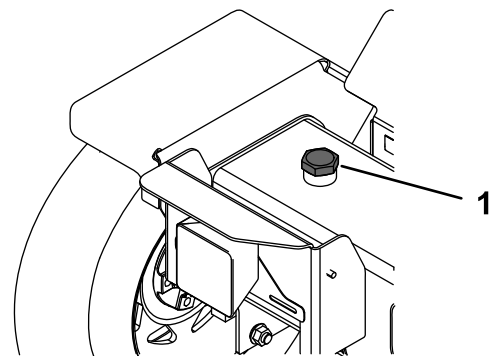

Figure 34
8. Si el nivel de fluido es bajo, retire el tapón de llenado y añada fluido hidráulico lentamente al depósito hasta que el nivel llegue a la muesca superior de la varilla (Figure 34).